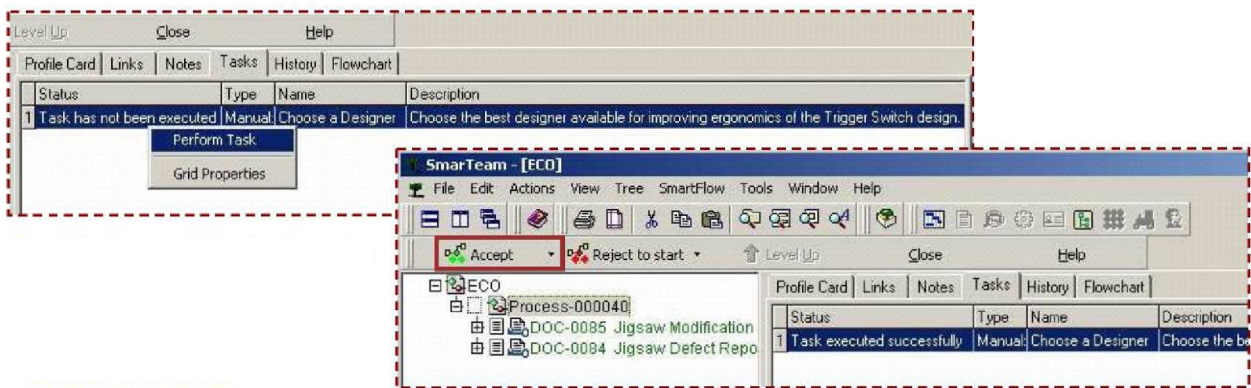

Рис.58. Направление процесса далее
- Для того чтобы направить процесс далее, нажмите кнопку «Accept» (рис. 58)